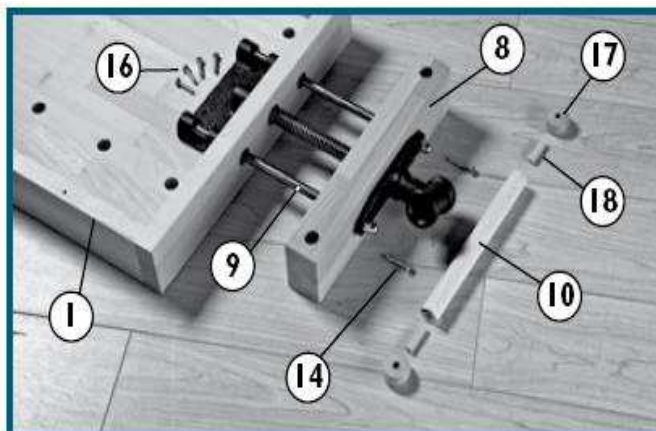

Fig. 4
4.) Uchycení vřetene - Fig. 4
Dle Fig 4 oddělte vřeteno (č.9) od vedení vřetene. Vedení vřetene přišroubujte pomocí šroubu 6x30mm (č.16) do předvrtaných děr na spodní straně plátu hoblice (č.1). Na vřeteno přidělejte příložku (č.8) pomocí vrutu 5x50mm (č.14). Vložte klíč (č.10) a pomocí kolíků (č.18) slepte s koncovou klíče (č.17). Stejný postup použijte i u druhého vřetene.